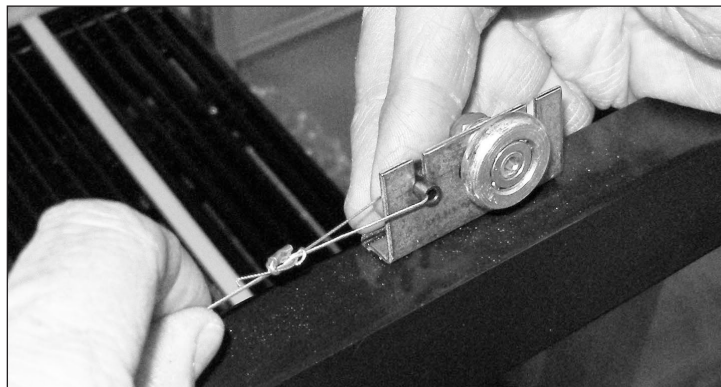

Рис. 5. Снимите трос двери с кронштейна ролика.
1. Снимите трос двери с кронштейна ролика. См. рис. 5 и 6.